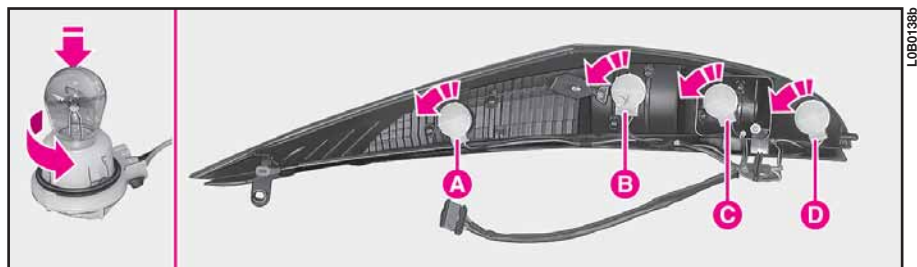

fig. 25
– estrarre i portalamпада ruotandoli leggermente in senso antiorario (fig. 25):